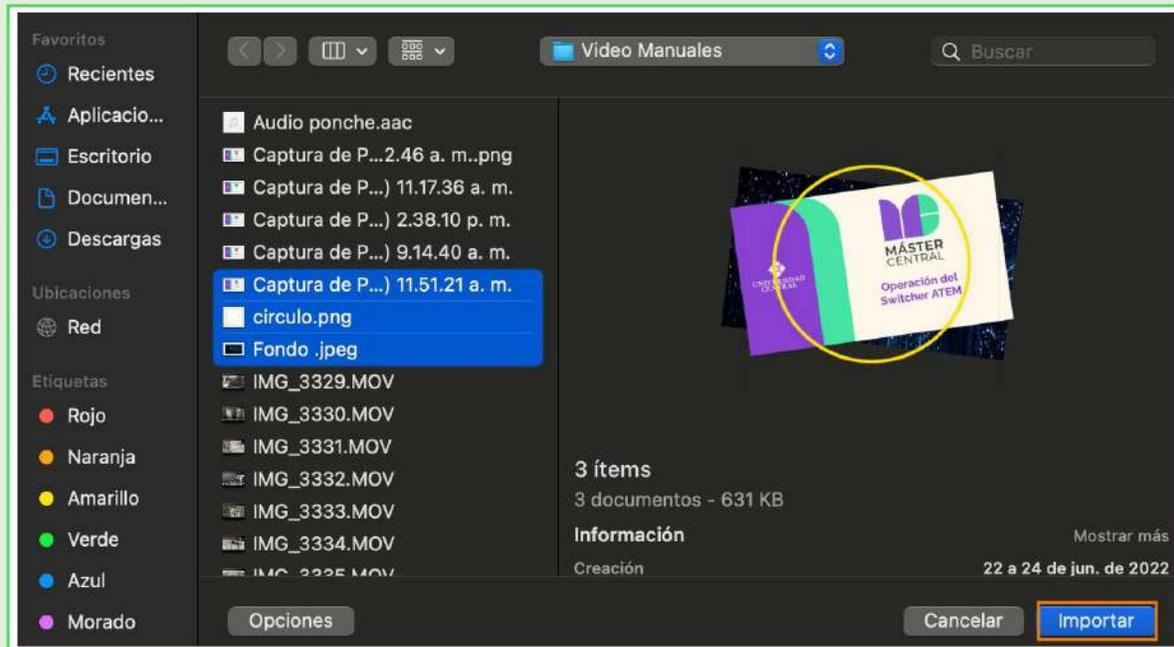

Imagen 46. Seleccionar los archivos.
3. Luego, aparece una subventana donde se pueden buscar los archivos con los que se va a trabajar. Debe seleccionar cada archivo y clicar “Importar” (imagen 46).